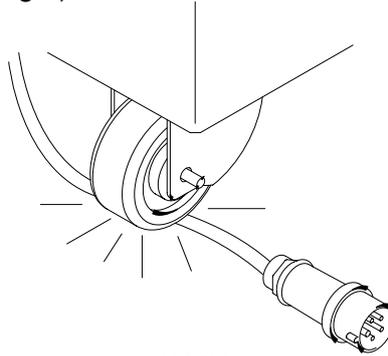

Abbildung 1
- Sicherstellen, dass sich die Räder frei bewegen können und nie das Stromkabel berühren (siehe Abbildung 1).